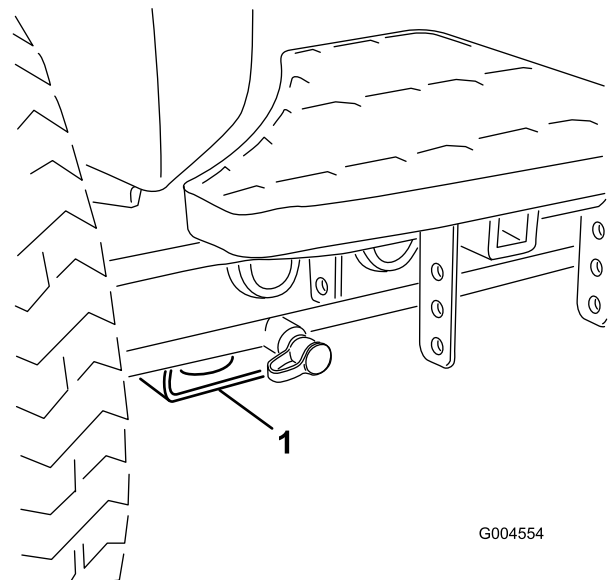

Figura 46
- Delantero – bloque rectangular, debajo del tubo del eje, al interior de cada rueda delantera (Figura 46).